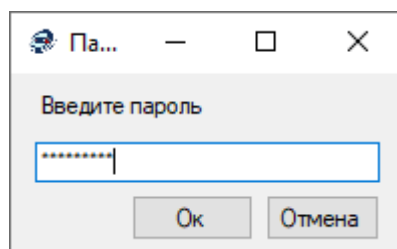

Рисунок 3 – Окно ввода пароля
- Поменять режим доступа к настройкам. При этом, при переходе в режим администратора (см пункт, отобразиться окно для ввода пароля (Рисунок 3).
Расширенные настройки доступны только администратору, поэтому, если программа работает в режиме пользователя, при нажатии на вкладку «Расширенные настройки» появится окно ввода пароля (Рисунок 3). Если пароль был введен правильно, то программа откроет окно расширенных настроек и перейдет в режим администратора.